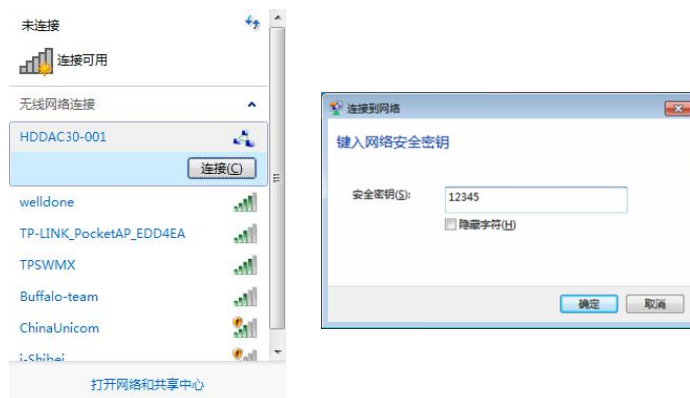

图6-10 无线网络连接和密码
- 3) 无线网络方式：通过测控主机无线网络连接“SN5380-XXX”的点对点网络，XXX 序号为 001~999，网络密码为：“12345”，如图 6-10 所示；